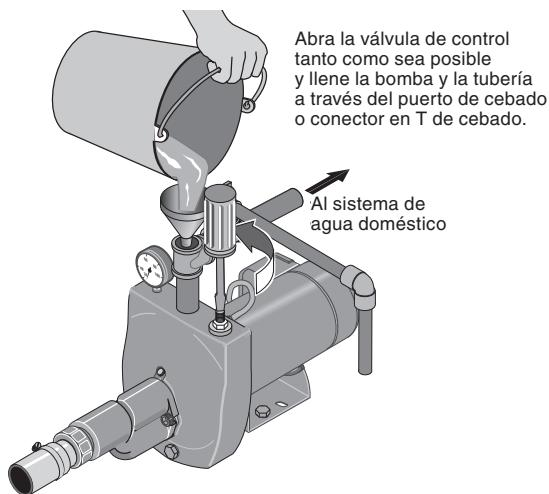

Figura 15: Abra la válvula de control
1. Abra la válvula de control tanto como sea posible (ver Figura 15). Luego retire el tapón de cebado de la bomba y llene la bomba, llene todas las tuberías entre la bomba y el pozo, y asegúrese de que todas las tuberías que se encuentran en el pozo estén llenas. Si también instaló un conector de cebado en T en la tubería de succión, quite el tapón del conector en T y llene la tubería de succión.